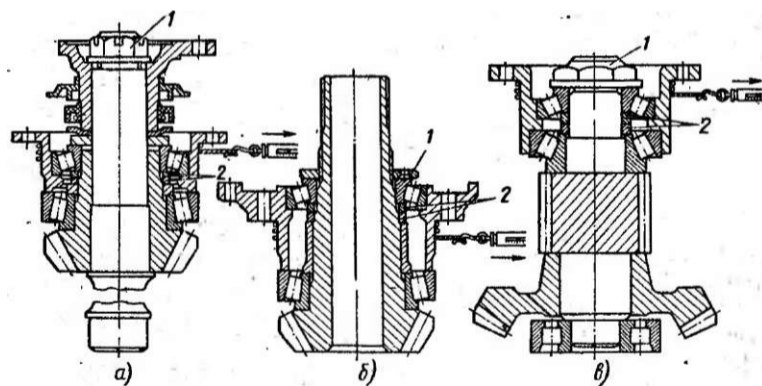

Рис. 74. Данные для проверки предварительного натяга:
- 1) уменьшите толщину пакета регулировочных шайб 2 (рис. 74, а и б) на величину осевого перемещения плюс 0,04...0,06 мм, используя шлифование или замену одной или обеих регулировочных шайб шайбами из комплекта запасных частей (табл. 2).
- 2) затяните гайку 1 (рис. 74, а) крепления фланца конической шестерни главной передачи заднего моста или гайку 1 (см. рис. 74, б) крепления подшипников промежуточного моста; момент затяжки должен составлять 235...353 Н • м (24...36 кгс • м);
- 1) уменьшить толщину пакета регулировочных шайб 2 (рис. 74, в) шлифованием, заменой одной или обеих